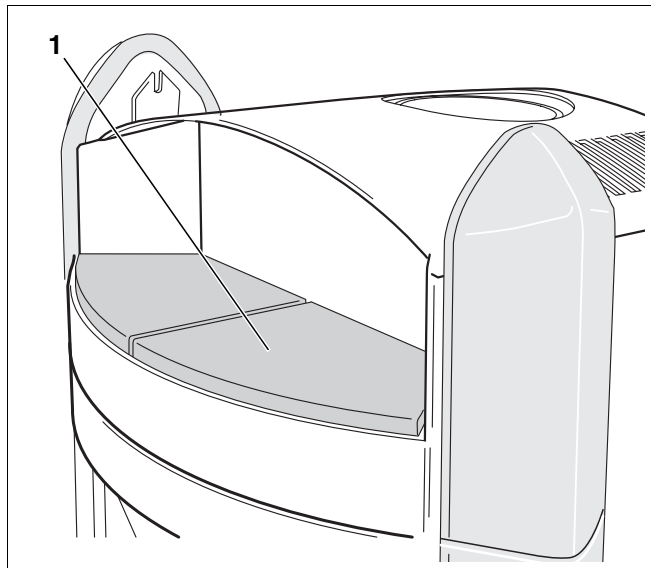

Abb. 11 Warmhaltekerchel
- Warmhaltekerchel (Abb. 11, Pos. 1) einlegen.